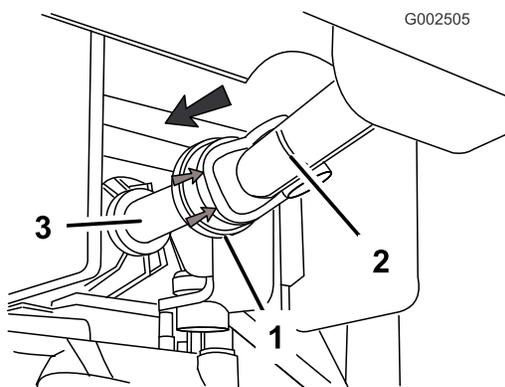

Figure 23
- Tirez la gaine en caoutchouc en arrière à l'avant de l'arbre d'entraînement de PDF (Figure 23).
- Posez l'arbre d'entraînement sur l'arbre de sortie de PDF (Figure 23).